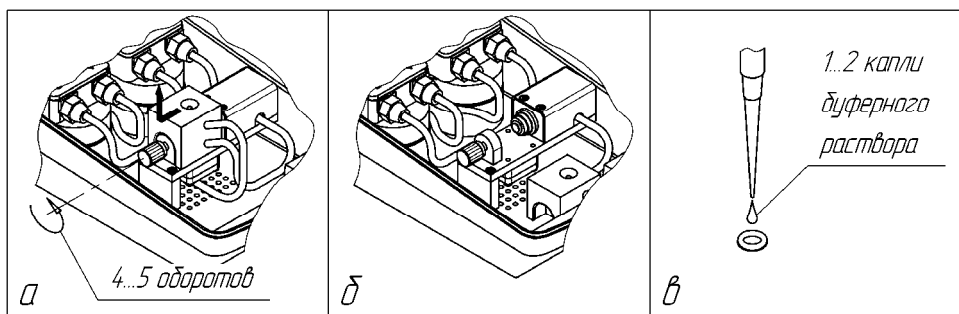

Рис.23. Подготовка мембраны к установке.
3.5.3. Ослабьте винт прижимного механизма ячейки, повернув его против часовой стрелки на 4-5 оборотов. Сдвиньте ячейку влево до упора и снимите ее, потянув за корпус вверх так, чтобы она не мешала головке датчика (см. рис.23, поз.а, направление стрелки). Отложите ячейку в сторону (см. рис.23, поз.б).
3.5.5. Возьмите подготовленную мембрану за внешнее кольцо, так чтобы пленка мембраны находилась снизу. Капните в нее 1 каплю подготовленного буферного раствора (см. рис.23, поз.в).